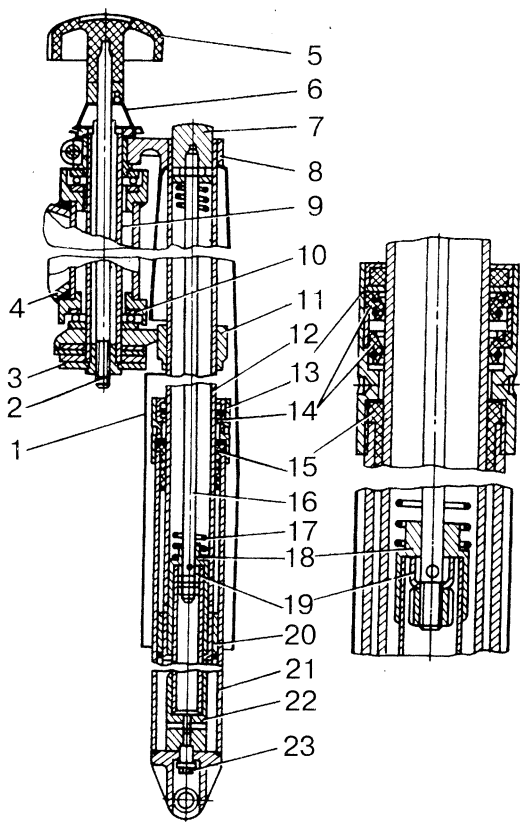

Рис. 4.5. Передняя подвеска для установки барабанного тормоза:
- отвернуть наполовину длины резьбы пробку 7 (рис. 4.5) и корпус 13 сальника, ослабить стяжные болты в нижнем мостике 11;
- отвернуть корпус 13 (см. рис. 4.5) сальника и снять скользящую трубу 21;